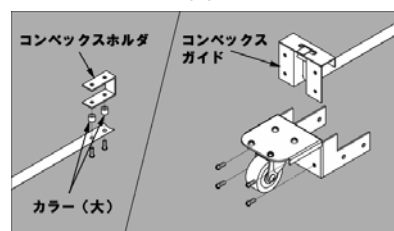

図 11
3. コンベックス後方についているコンベックスホルダ及びカラー（大）を外します。（図 11）
4. ネジを 4 本外し、キャスター部からコンベックスガイドを外してください。（図 11）